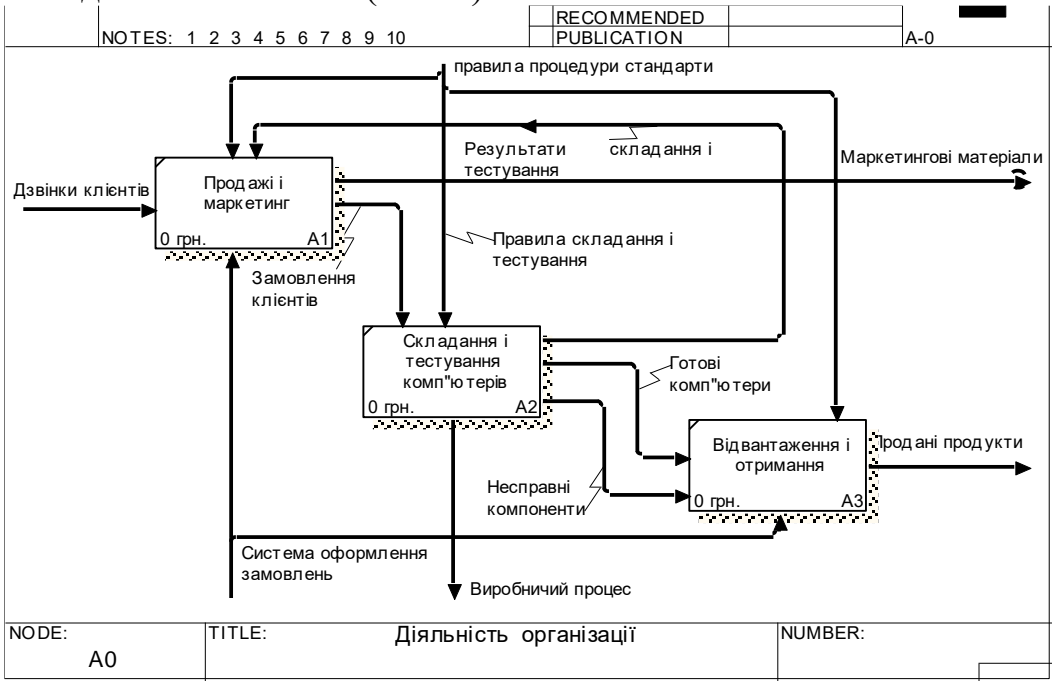

Рис. 7. Приклад діаграми вихідної моделі після проведення відщеплення.
- 1) Проведіть розщеплення в копії побудованої моделі із Завдання 1, використовуючи роботу “Складання і тестування комп’ютерів”, в якості роботи від якої буде відщеплена окрема модель. Так процедура може бути виконана, оскільки дана робота є декомпонованою, зокрема, у нашому випадку на 4 дочірні роботи. В контекстному меню роботи виберіть команду Split Model і в діалоговому вікні Split Options вкажіть ім’я моделі, яку відщеплюєте, наприклад, Виробничий процес, а також опцію Enable Merge/Overwrite Option. У старій моделі стрілка виклику, що появилась, буде мати ім’я Виробничий процес, а робота “Складання і тестування комп’ютерів” стане недекомпонованою (Рис. 7).